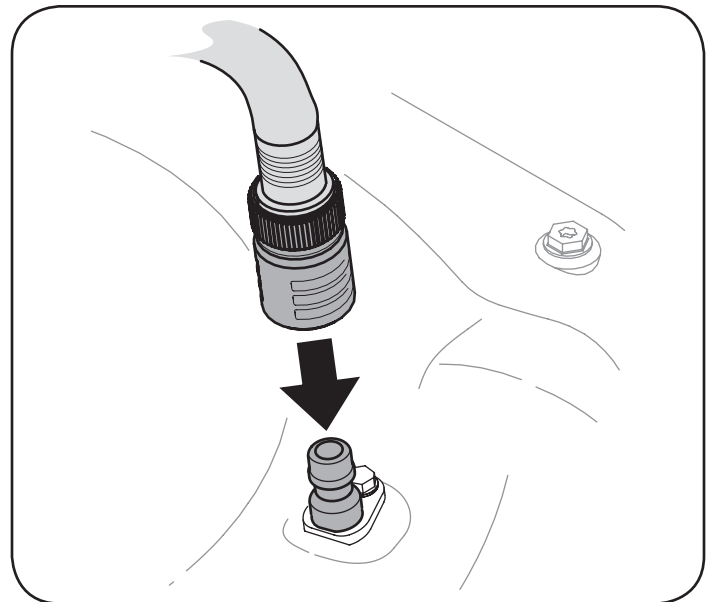

Figura 20
3. Una el acople de la manguera al puerto de agua que se encuentra en la superficie de la plataforma. Vea la Figura 20.